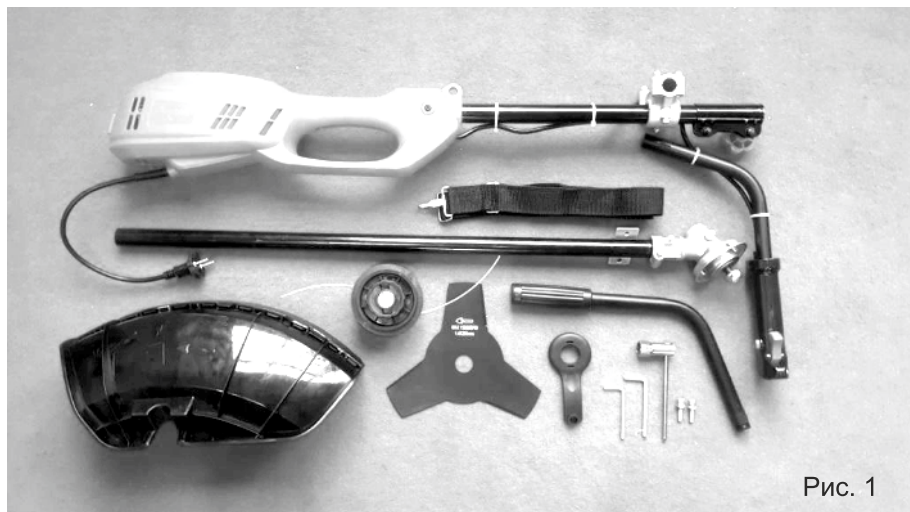

Рис. 1
3.1. Комплектность\* поставки представлена на Рис.1.